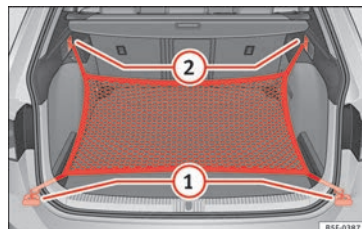

Bild 178 I bagageutrymmet: ringar ❶ och krokar ❷ för fastsättning av nätpåse (modell LEON ST).
- Säkra de korta nätkrokarna i fästöglorna » **bild 178** ❶ » **⚠**. Påsens blixtlås ska ligga uppåt.
- Säkra remmarna i upphängningskrokarna ❷.